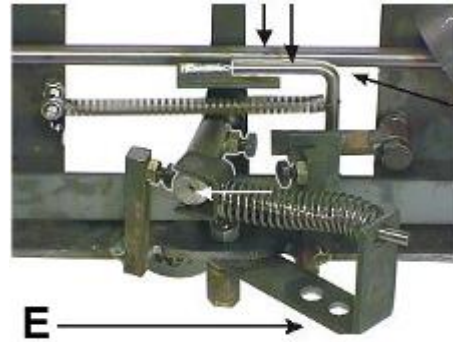

Bild 24. Klyvmekanismens retur
3. När klyvbalken är nära klyvbettet vrids ventilspaken E till höger, varvid fjädern trycker ledspaken A till vänster och klyvrörelsen stannar och klyvbalken återgår. (Bild 24.)
4. När ledspaken A är till vänster sänks utlösningsspaken B och utlösningssplattan C går till utgångsläget. (Bild 24.)